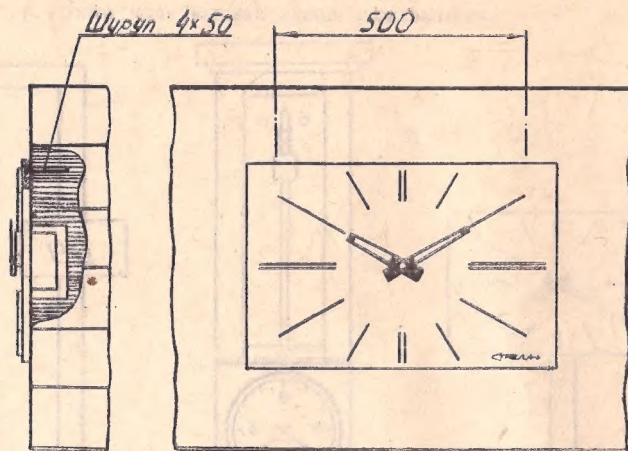

Рис. 3. Установка часов ВП-400-24-324К к стене.
5.5. Установите часы в соответствии с рис. 3.